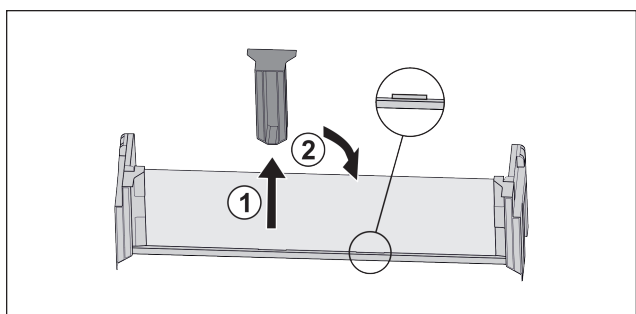

Fig. 92
- Mittleres Halteteil abziehen Fig. 92 (1).
- Mittleres Halteteil auf zweiter Position einsetzen Fig. 92 (2).